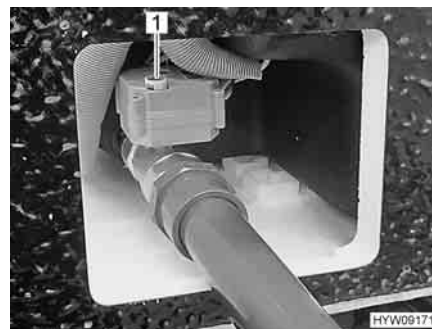

Fig. 102 Azionamento manuale del rubinetto di scolo delle acque grigie
- Per aprire il rubinetto di scolo delle acque grigie sollevare la manovella (Fig. 102,1) e ruotarla in senso antiorario fino a battuta. La direzione di rotazione (O per apertura, S per chiusura) è indicata sulla manovella.
- Per chiudere il rubinetto di scolo delle acque grigie sollevare la manovella (Fig. 102,1) e ruotarla in senso orario fino a battuta.